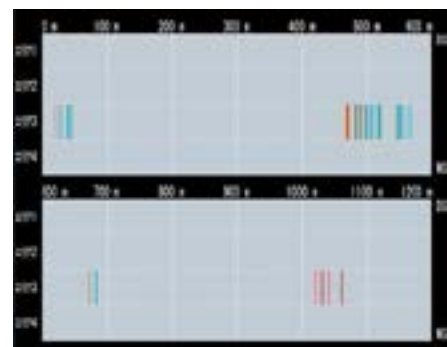

図3 探傷結果集約画面
- 4)板幅を4つに分割して材料搬送方向に10mmピッチできずイベントを集約して表示することにより、材料全長全幅のきず分布状況を容易に把握できます。また探傷記録としてパソコン内に保存することができます(図3)。